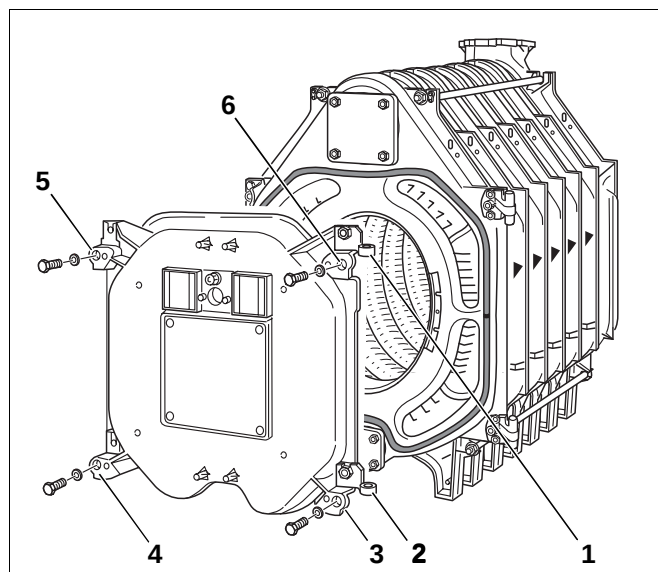

Fig. 29 Festing av brennerdøren
Fra fabrikken er de to hengseløynene montert på høyre side av brennerdøren (fig. 29, **pos. 1 og 2**). Ved venstrehengsling skal hengseløynene demonteres på høyre side og monteres igjen på samme måte på venstre side av brennerdøren.
- Lukk brennerdøren og lås den med 4 maskinskruer (M16 x 140) (fig. 29, **pos. 3 – 6**). Maskinskruene skal trekkes til jevnt og kryssvis.